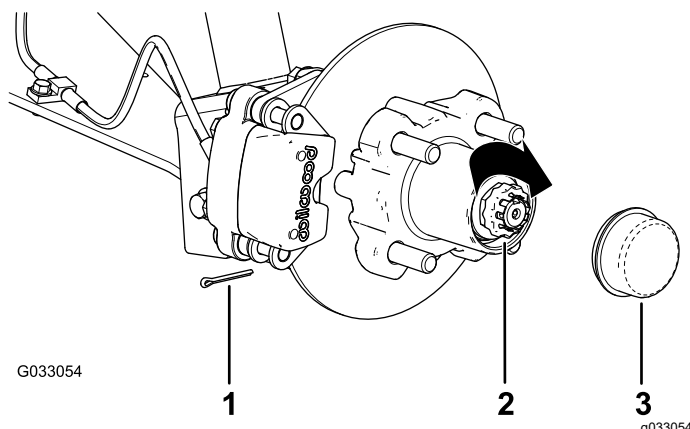

Figura 30
8. Montate il fermo sul dado e controllate l'allineamento della scanalatura sul fermo con il foro del mandrino per la coppiglia (Figura 30).
9. Montate la coppiglia e piegate ciascuna asticella attorno al fermo (Figura 30).
10. Montate il coperchietto antipolvere sul mozzo (Figura 30).